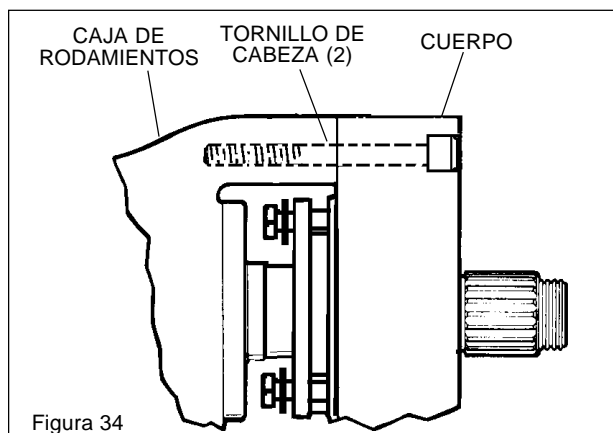

Figura 34
2. Los cuerpos de los modelos 320, 324 y 323A están sujetos a la caja de rodamientos por medio de 2 tornillos de cabeza hueca a través del cabezal. (Consulte los sellos en las páginas 23 y 24). (Vea la figura 34)